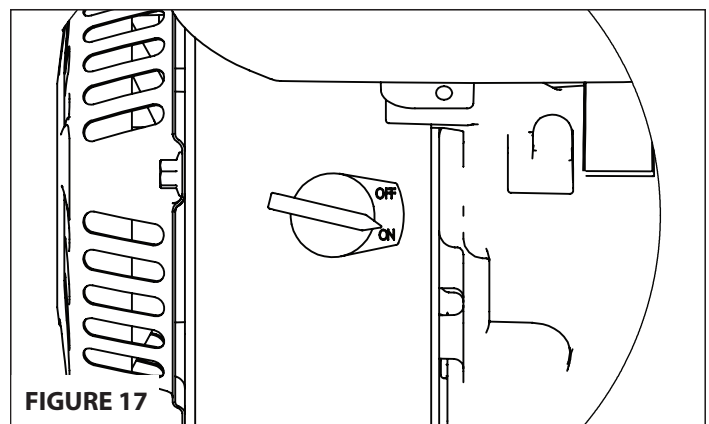

FIGURE 17
3. Mettre l'interrupteur ON/OFF (marche/arrêt) en position **ON**. **VOIR FIGURE 17.**